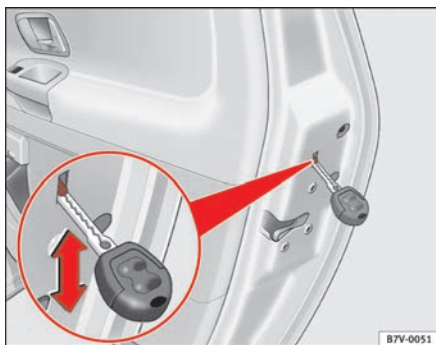

Fig. 59 Palanquita del seguro para niños de la puerta trasera izquierda
- Desplace la palanca en la dirección de la flecha ⇒ fig. 59 con la llave del vehículo.